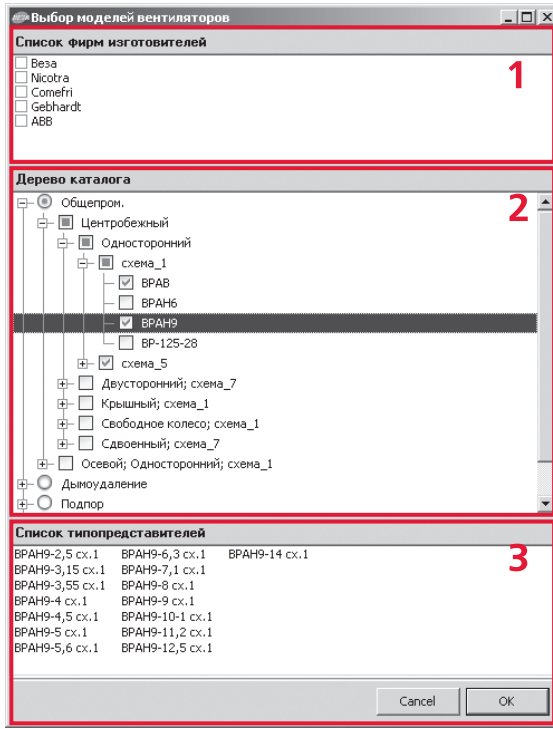

Рис. 3
Номенклатурная панель диалогового окна имеет два режима работы: выбор одного или нескольких типов вентиляторов и выбор одного типопредставителя. В режиме множественного выбора (рис.3) все уровни дерева типов вентиляторов (2) содержат элементы группового и индивидуального выбора, что позволяет легко выбрать или исключить из выбора номенклатурные ветви или конкретные типы вентиляторов. В этом режиме список типопредставителей (3) несет лишь справочную функцию и во вводе данных не участвует.
На первом этапе ввода данных необходимо указать вид решаемой задачи, типы вентиляторов для прямой задачи или типопредставителя для обратной, параметры, определяющие плотность перемещаемой среды (высота расположения и температура), наличие сети на выходе, требуемые параметры в рабочей точке (сопротивление сети и расход воздуха), для вентиляторов с непосредственным приводом от двигателя можно выбрать частотное регулирование двигателя, в отсутствии регулирования нужно указать допустимую положительную погрешность подбора. Для ввода типов вентиляторов вызывается **дополнительное диалоговое окно с номенклатурной панелью** (рис. 3, 4). При вводе требуемых параметров рабочей точки следует указывать значение сопротивления сети, соответствующее заданной плотности воздуха. Приведение параметров к нормальным атмосферным